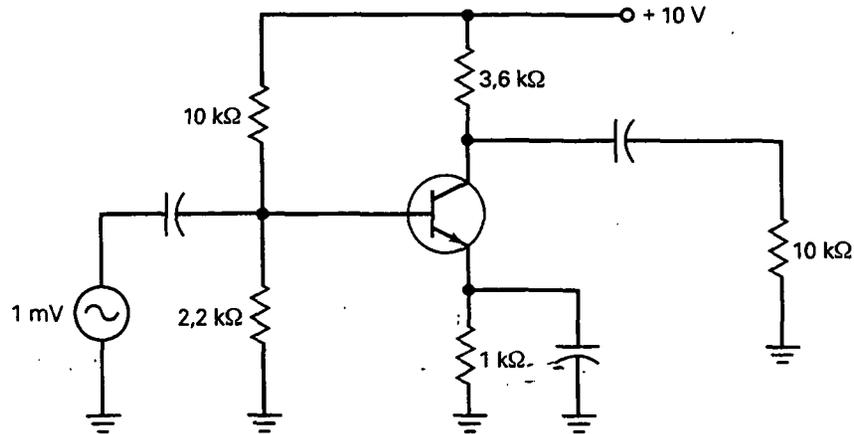

Figura 10-13
- 10-1. La tensión del generador en el circuito de la Figura 10-13 se duplica. En esas condiciones, ¿cuánto vale la tensión de salida?
- 10-2. La resistencia de carga en el circuito de la Figura 10-13 se duplica. ¿Cuánto vale la ganancia de tensión?
- 10-3. En la Figura 10-13 la fuente de alimentación aumenta a +20 V. ¿Cuál es la tensión de salida?
- 10-18.** Todas las resistencias se duplican en el circuito de la Figura 10-13. ¿Cuánto vale la ganancia de tensión?